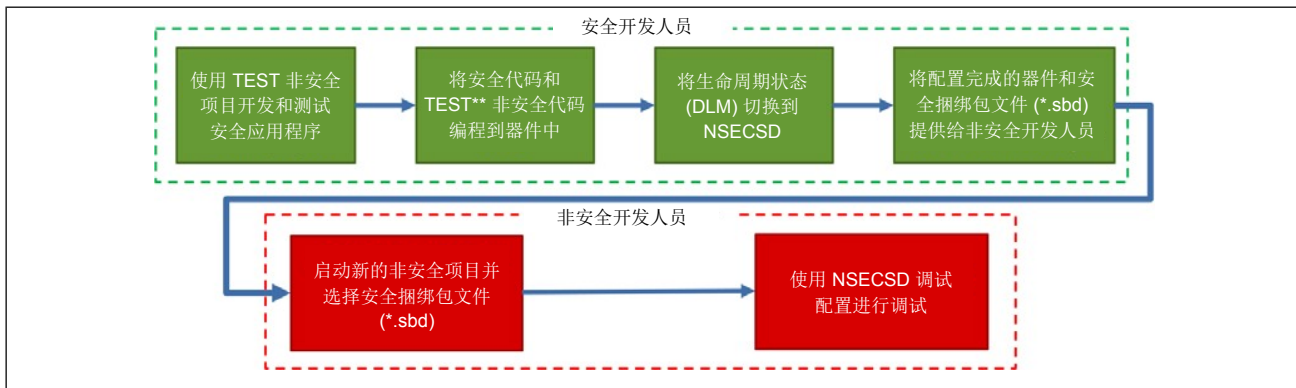

图 40. 在 NSECSD 状态下开发的开发流程
- 有关在 NSECSD 状态下支持非安全项目开发的一般流程的详细信息，请参见图 40。